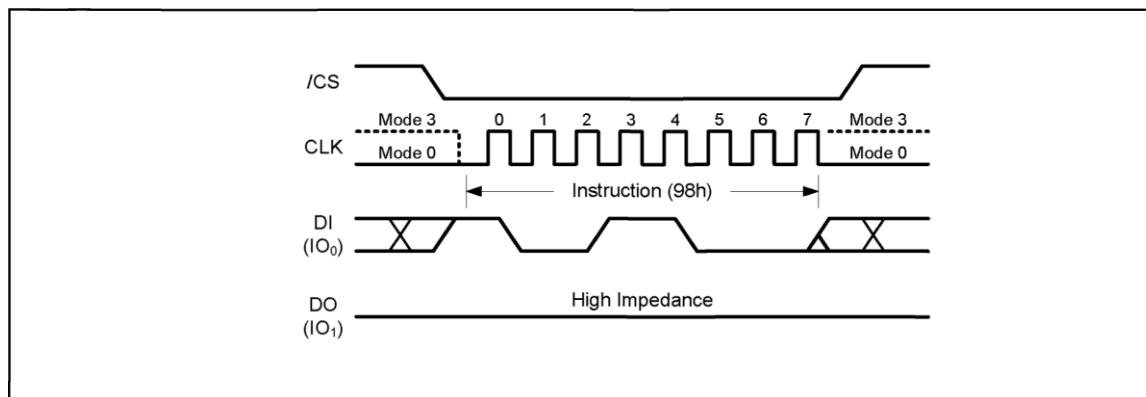

Рисунок 45 – Диаграмма инструкции Global Block Unlock
Все биты блокировки блока/сектора Block/Sector Lock могут быть установлены на 0 с помощью глобальной инструкции Global Block/Sector Unlock. Команда должна быть подана путем подачи низкого уровня /CS, подачи кода команды "98h" на вход данных (DI) по нарастающему фронту CLK, а затем подачи высокого уровня /CS, как показано на рис. 45. Прежде чем устройство примет инструкцию глобальной блокировки блока/сектора Global Block/Sector Unlock, должна быть выполнена инструкция Write Enable (бит регистра состояния Status Register WEL=1).